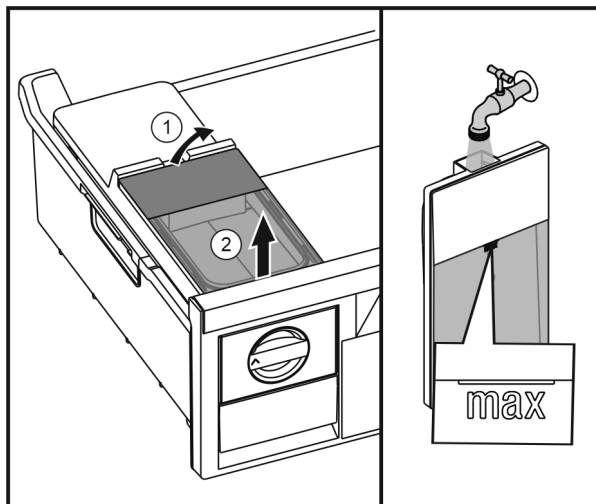

Fig. 45
- ▶ Підняти бак для води ззаду Fig. 45 (1) та вийняти вгору Fig. 45 (2).